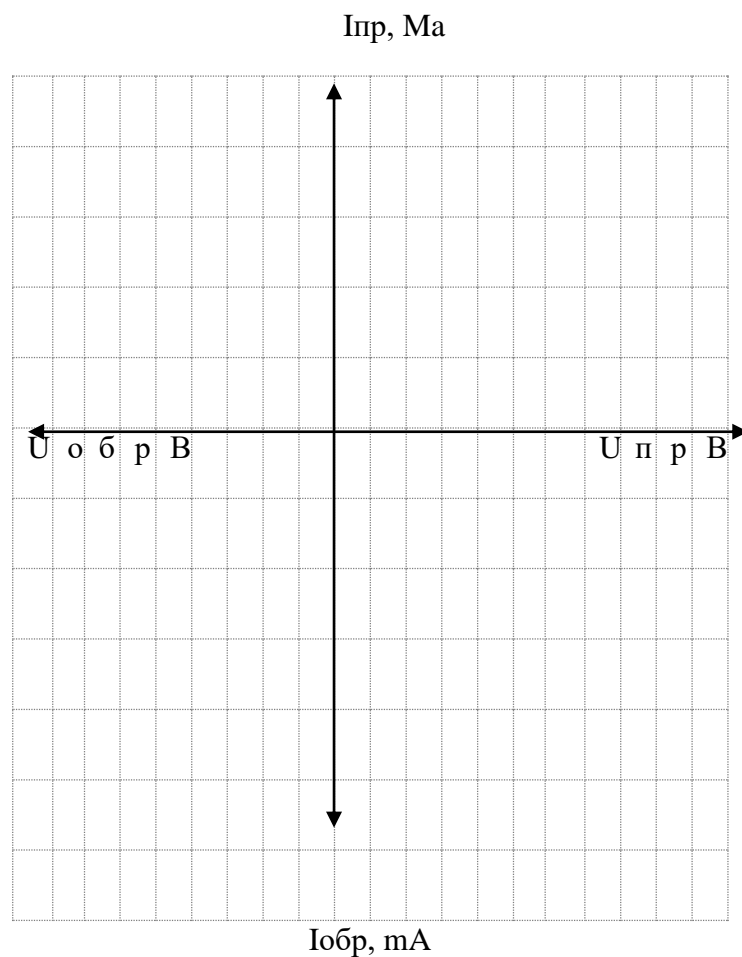

Рисунок 2.1. ВАХ диода.
2. Зарисовать электрическую схему (рисунок 2.1).
3. Собрать электрическую схему (рисунок 2.1).